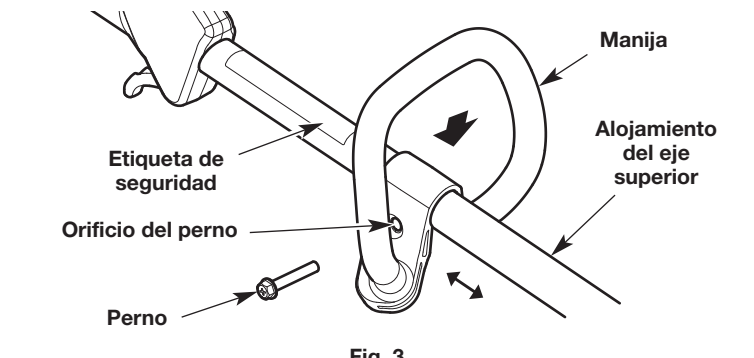

Fig. 3
1. Oprima la manija hacia abajo sobre el alojamiento del eje superior (Fig. 3). Asegúrese de que el orificio del perno mire hacia la derecha (Fig. 3).
2. Inserte el perno en el orificio del perno y oprímalo para que pase a través de él (Fig. 3). Ajuste el perno con un destornillador de cabeza plana, pero no lo ajuste completamente.
3. Mantenga la unidad en la posición de funcionamiento (Fig. 11). Mueva la manija hacia arriba o abajo del alojamiento del eje superior hasta que esté en una posición cómoda (Fig. 3). Compruebe que la manija esté ubicada más allá del extremo de la etiqueta de seguridad (Fig. 3).
1. Afloje el perno con un destornillador de cabeza plana (Fig. 3).
2. Mantenga la unidad en la posición de funcionamiento (Fig. 11). Mueva la manija hacia arriba o abajo del alojamiento del eje superior hasta que esté en una posición cómoda (Fig. 3). Compruebe que la manija esté ubicada más allá del extremo de la etiqueta de seguridad (Fig. 3).